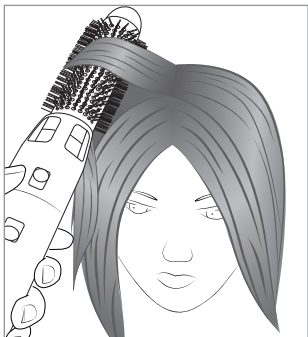

Fig. 7
- Vous pouvez également obtenir un effet plus gonflé à la racine des cheveux en maintenant simplement la brosse ronde **11** pendant quelques secondes sous la mèche, à la racine des cheveux (voir fig. 7).